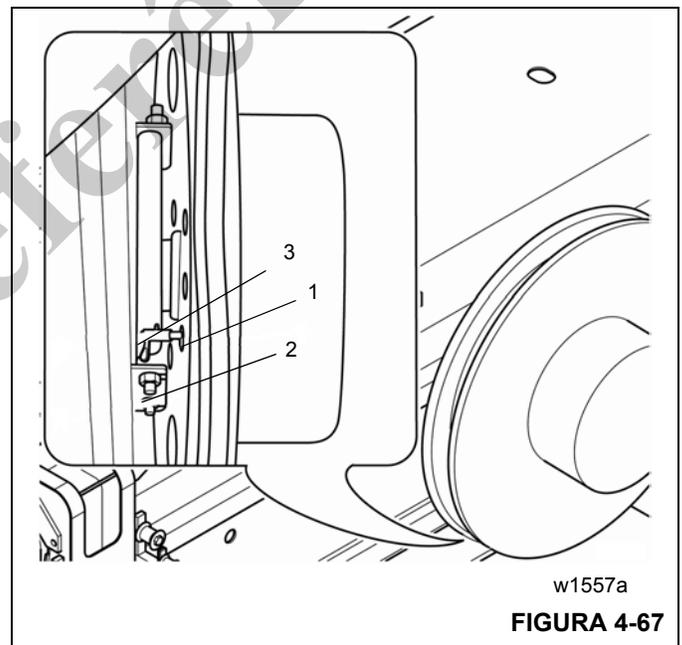

FIGURA 4-67
- Gire o tambor de mangueira até que um furo fique na frente da trava de mola (3) (Figura 4-67).